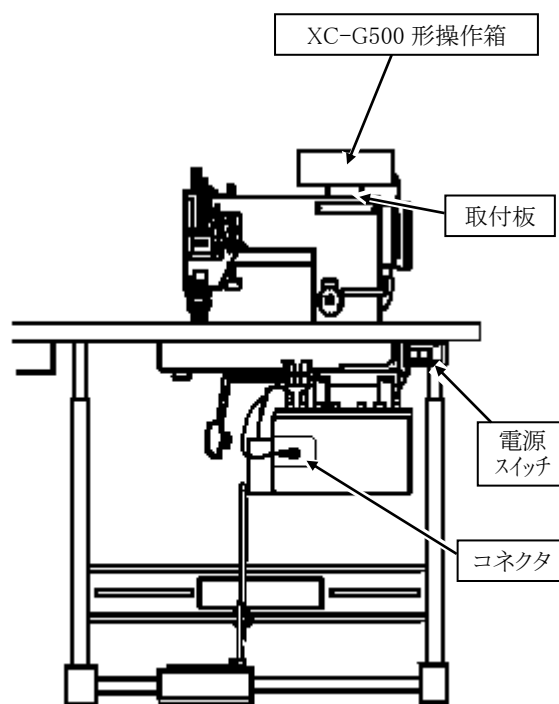

図1. 構成
2. 取り付け方法 (図1を参照してください。)
- (1) 電源スイッチをOFFしてください。
- (2) 取り付けは付属の取付板と取付ねじを使用してミシンアームの裏ボタの締付ねじなどを使用して取り付けてください。
- (3) リード線がベルト、プーリ等の回転物に触れないように特に注意してください。
- (4) 操作箱のコネクタを、制御盤のコネクタ(図1参照)に確実に接続してください。
- (5) 電源をONするとパターンの表示部が点灯します。(点灯内容は、条件により変化します。)